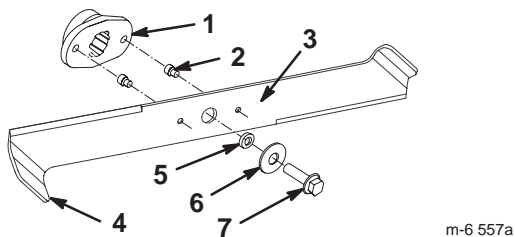

Figure 35
2. Inspectez les tranchants des lames (Fig. 35). Si elles ne sont pas tranchantes ou si elles présentent des indentations, déposez et aiguissez les lames (voir Aiguisage des lames, page 32).
3. Inspectez les lames, surtout les bords recourbés (Fig. 35). Si vous remarquez que les lames sont usées ou endommagées à cet endroit, remplacez-les immédiatement.
4. Si les goupilles de cisaillement sont cassées, remplacez-les immédiatement (Fig. 35).
3. Enlevez les boulons, les rondelles et les lames (Fig. 35). Pour enlever chaque boulon, bloquez la lame en introduisant une cale en bois entre la lame et le carter de tondeuse.
1. Installez les lames, les rondelles et les boulons de lames (Fig. 35).